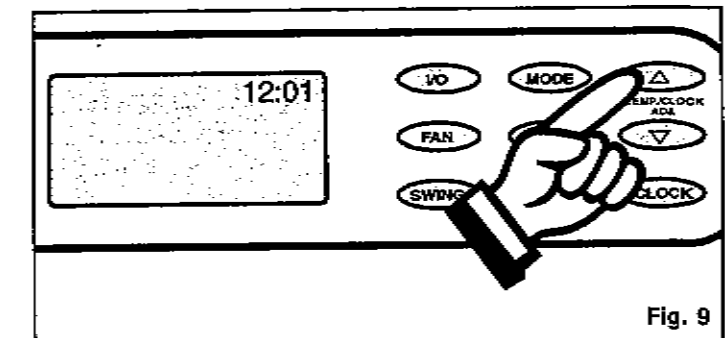

Fig. 9
- 2) Appuyez sur la touche Δ ou ∇ pour obtenir l'heure exacte. Chaque appui sur la touche augmente ou décroît l'heure indiquée une minute à la fois. Fig. 9.